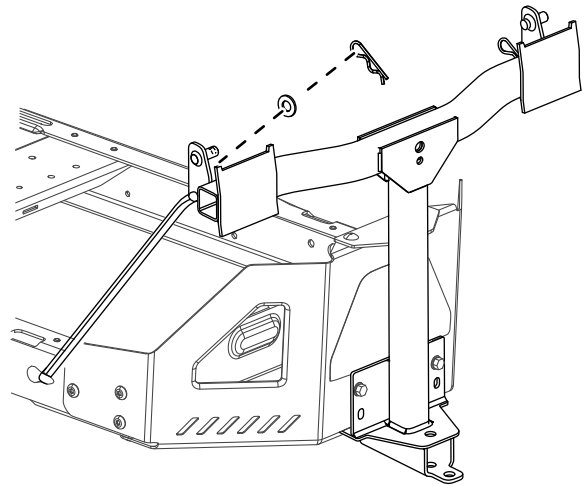

Bild 10
die Stange nach hinten, damit sie im Rahmen sitzt (**Bild 10**).
5. Setzen Sie die gebogenen Enden der Stangen in die Anbaugeräteeinstellung ein, wie in **Bild 10** abgebildet, und befestigen Sie das Ende jeder Stange mit einer Scheibe und einem Splint.